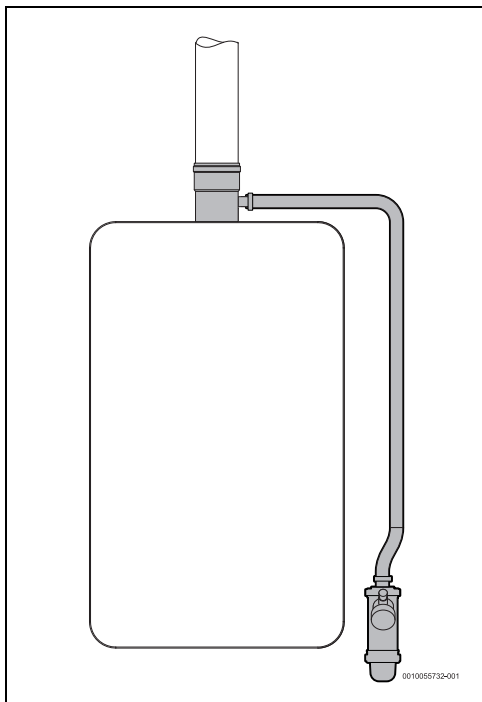

Fig. 9 Sifón de condensados (tubo vertical)
- El tubo es vertical (fig. 9), o